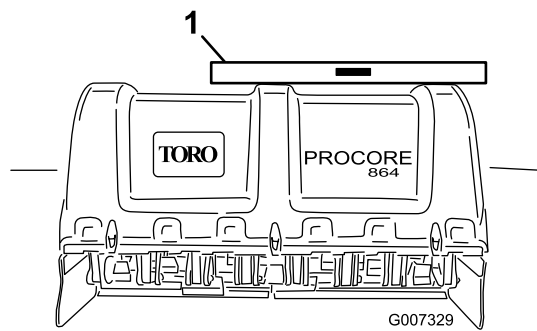

Figure 15
2. Placez le niveau en haut du cadre de l'aérateur pour vérifier l'horizontalité transversale (Figure 15).